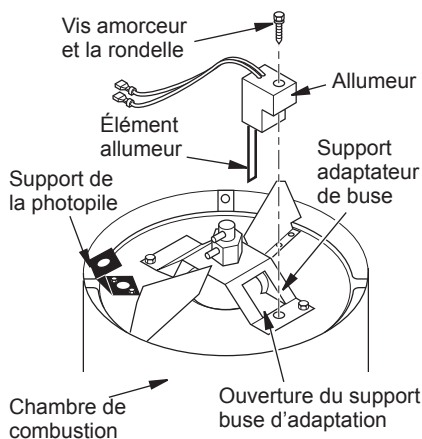

Figure 16 - Amorceur SP002-01 Remplacement
6. Retirer la chambre de combustion. Tenez chambre de combustion sur la fin avec support de l'adaptateur buse au-dessus (voir figure 16, page 71).